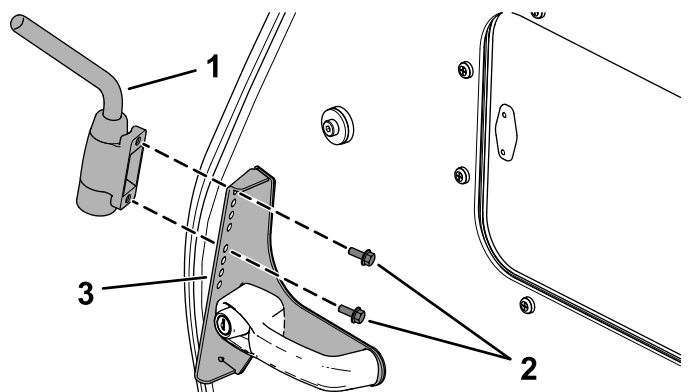

Bild 5
7. Befestigen Sie den Spiegelarm mit zwei Bundkopfschrauben (6 mm x 16 mm) in den oberen Löchern der Spiegelbefestigung, wie in Bild 5 abgebildet.